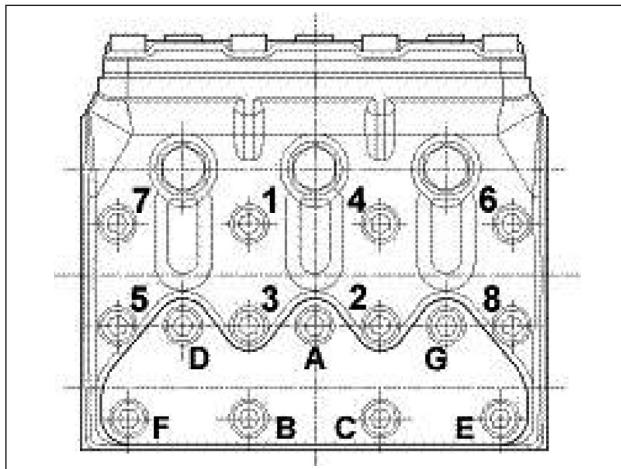

图24
** 分解图部件号39 (65-KFR型) 的泵头固定螺丝必须按照(图24)表中所述的顺序用扭力扳手拧紧，并润滑螺纹柄。
*** 分解图部件号40 (61-KFR型) 的阀盖固定螺丝必须按照(图24)表中所述的顺序用扭力扳手拧紧，并润滑螺纹柄。